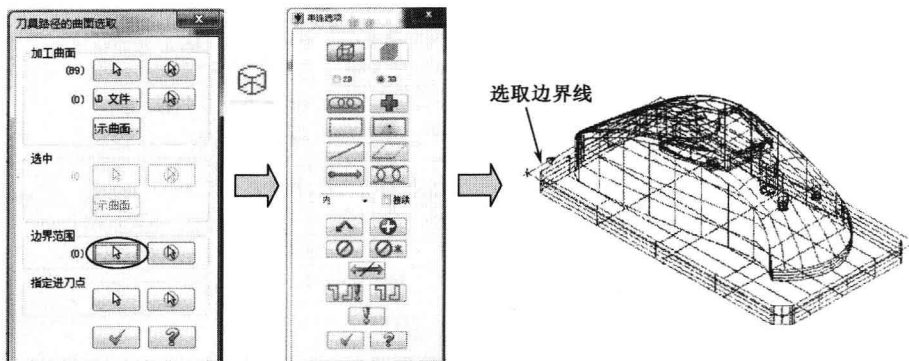
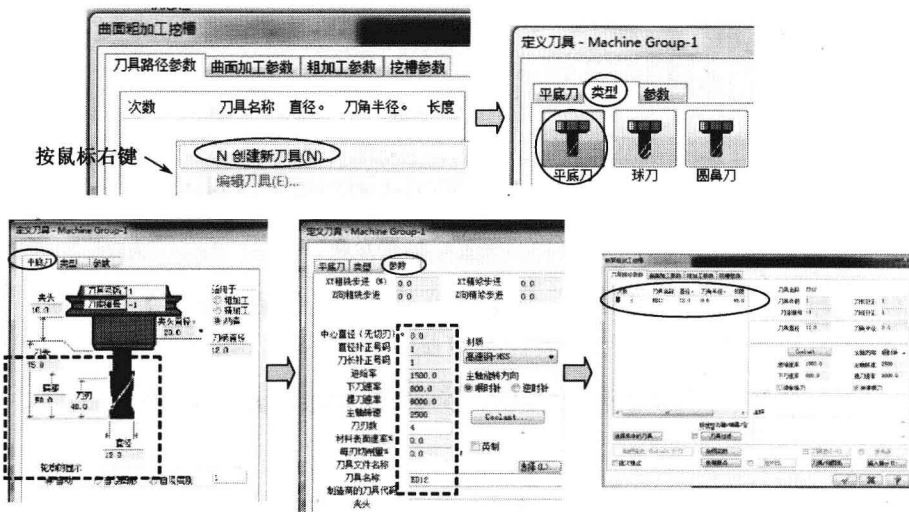

图 1-10 选取边界线
图 1-11 定义刀具
选取【串连】模式，在图形上选取刚创建的边界线，如图 1-10 所示。
(7) 定义刀具。在图 1-10 所示中单击【确定】按钮 ，系统弹出【曲面粗加工挖槽】对话框。选取【刀具路径参数】选项卡，在刀具选择框中，按鼠标右键，弹出【定义刀具】对话框，在相应的选项卡中按如图 1-11 所示设置 ED12 平底刀的参数。【夹头】参数不变，不用另外定义。